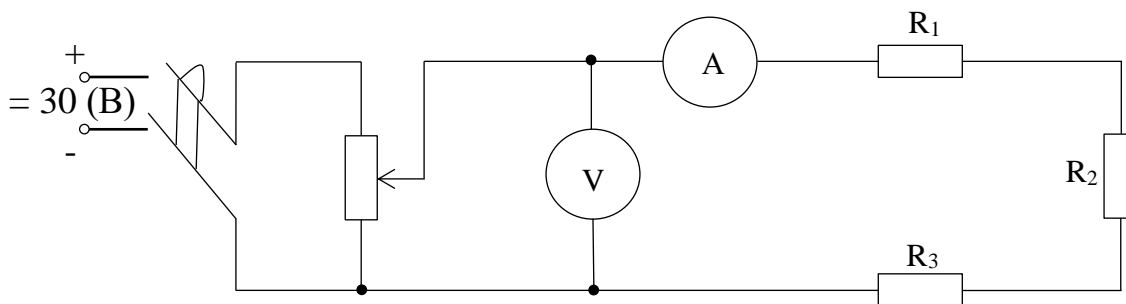

Рисунок 1-Последовательное соединение резисторов
1. Определить размещение прибора на столе (рисунок 1).
2. Собрать эл. схему цепи (рисунок 1)